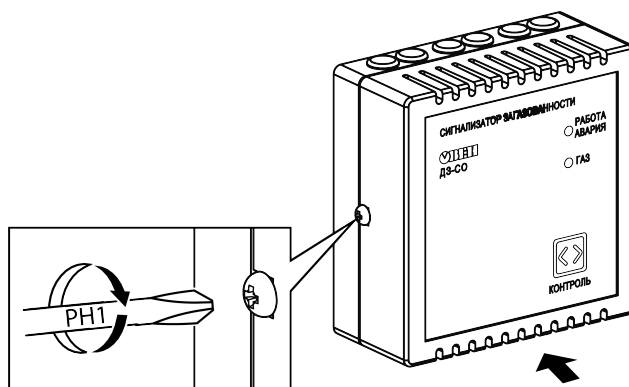

Рисунок 6.4 – Установка крышки прибора
4. Установить крышку сигнализатора, завернуть блокировочный винт (см. рисунок 6.4).